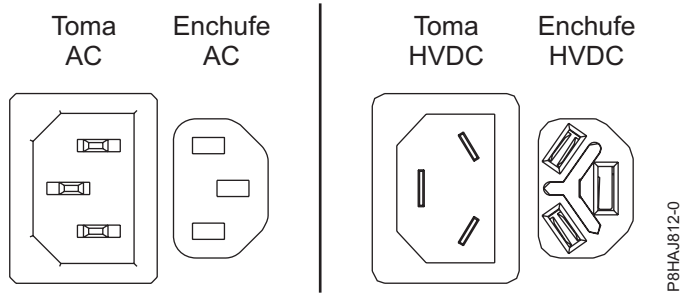
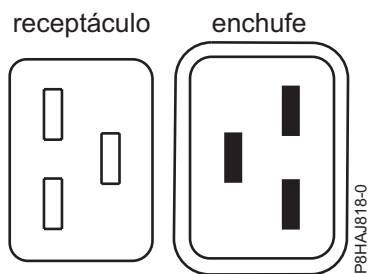
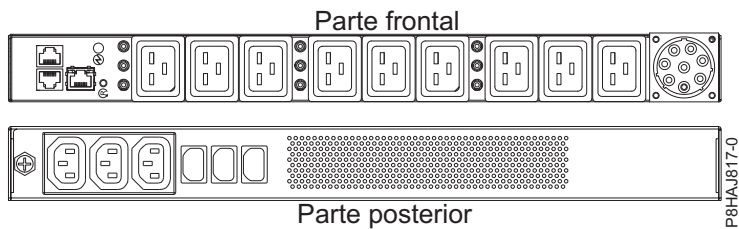

Figura 15. Conectores de CA y HVDC
Figura 16. Conectores para el sistema 8408-44E
Figura 17. PDU para el sistema 8408-44E
La Figura 15 en la página 39 muestra los conectores admitidos de corriente alterna (CA) y de corriente directa de alto voltaje (HVDC). La Figura 16 en la página 39 y la Figura 17 en la página 39 muestra los conectores admitidos y la unidad de distribución de alimentación (PDU) para el modelo 8408-44E.